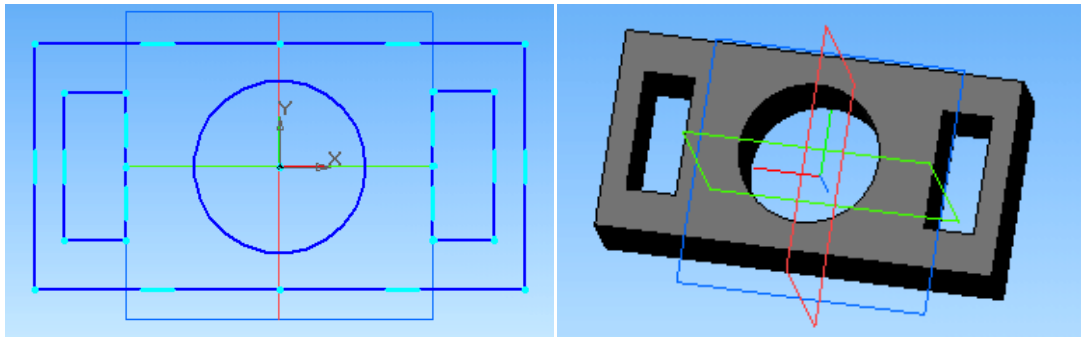

Рис. 1.17.
5. Эскиз базовой детали может содержать один или несколько контуров. Если контур один, то он может быть незамкнутым, а если контуров несколько, то все они должны быть замкнутыми. Причем один контур наружный, а все остальные вложены в него (рис. 1.17).